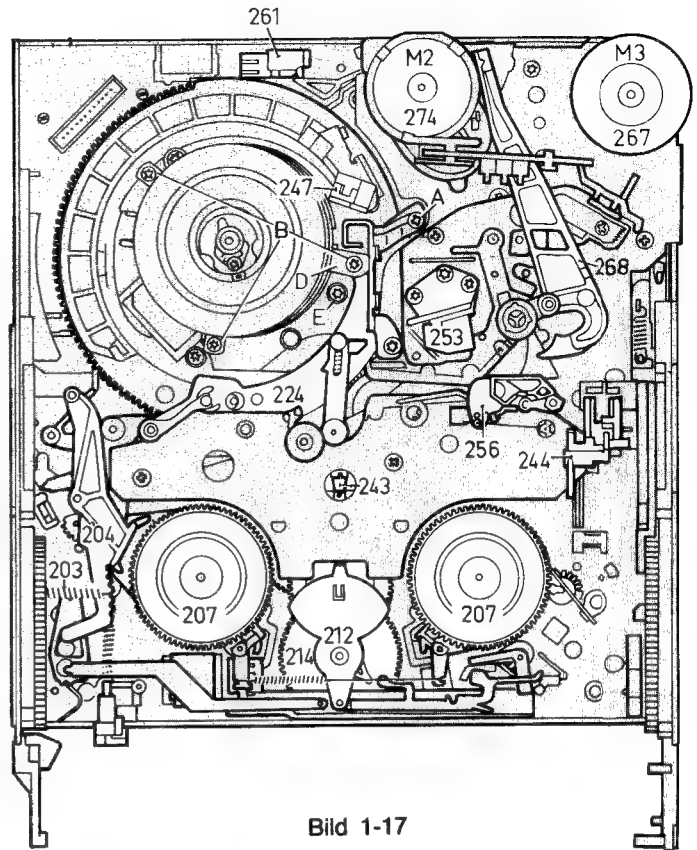

Bild 1-17
- Stellung der rechten Befestigungsschraube E (Bild 1-17) markieren.
- Die linken zwei Schrauben anziehen, Schraube E (Bild 1-17) einstellen siehe *Ausbau*.